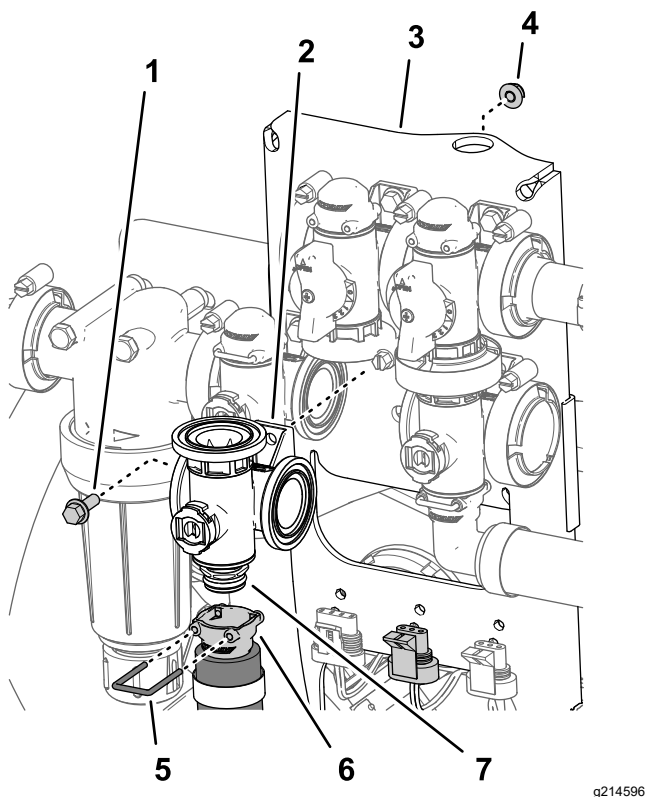

Figura 116
2. Retire la horquilla de retención que sujeta el conector rápido hembra al acoplamiento rápido del distribuidor de la válvula de agitación (Figura 116).
3. Retire el perno con arandela prensada (1/4" x 3/4") y la tuerca con arandela prensada (1/4") que sujetan la válvula de agitación al soporte de la válvula, y retire el distribuidor de la válvula de la máquina (Figura 116).